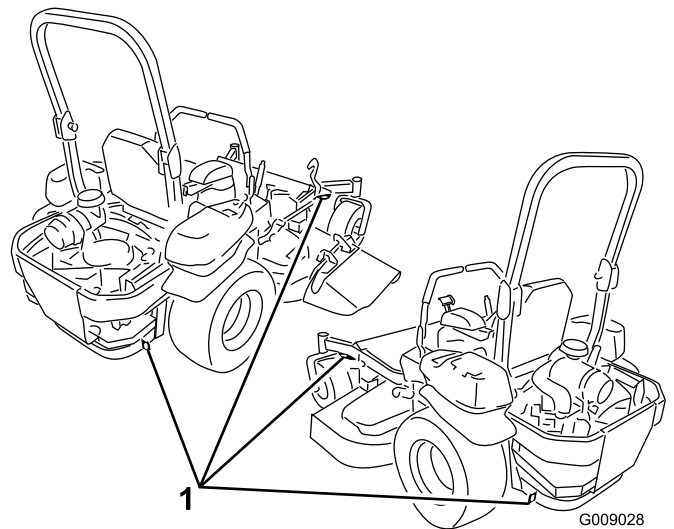

Figura 29
- Utilice los bucles metálicos de amarre de la máquina para sujetar la máquina firmemente al remolque o al camión con correas, cadenas, cables o cuerdas (Figura 29).